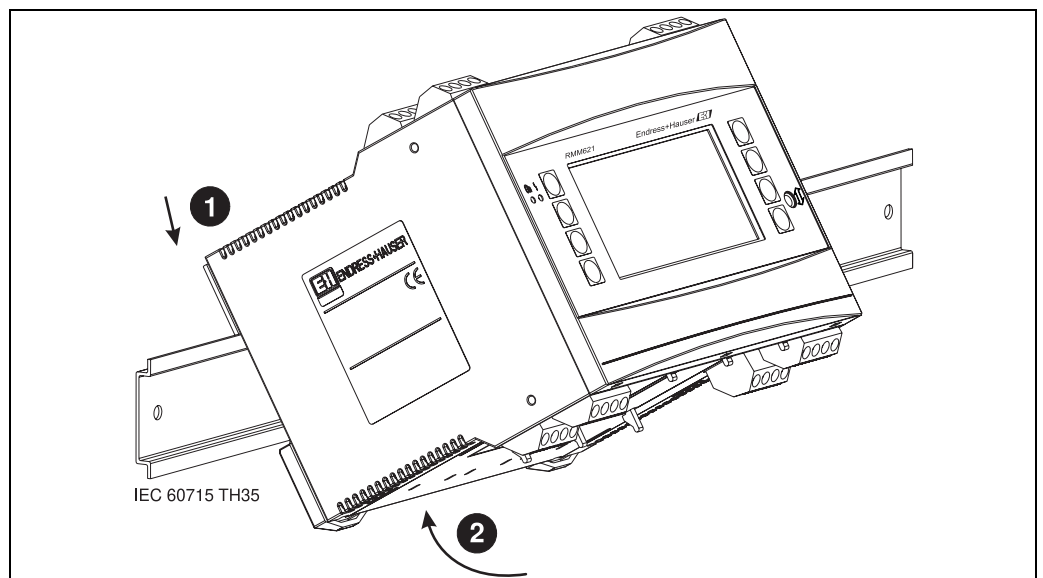

Fig. 2: Montage instrument op DIN-rail
Klik de behuizing op de DIN-rail door het instrument eerst op de rail te hangen en deze daarna door naar beneden te drukken te laten borgen (z. Fig. 2, pos. 1 en 2).